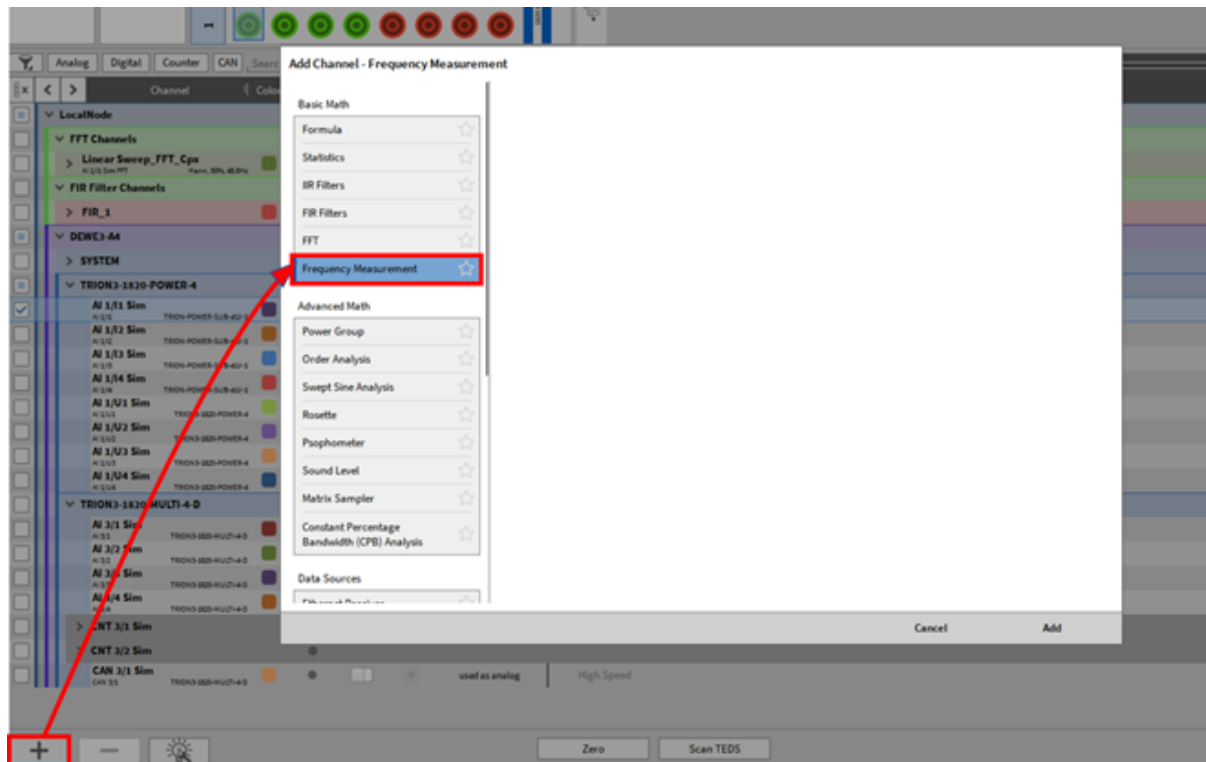

Abb. 7.168: Ausgleichen einer Deterministischen Verzögerung zwischen Video- und Sensordaten
Wenn die Latenz zwischen Video- und Sensordaten bekannt ist, kann sie durch Eingabe der Verzögerung im *Startoffset* in die Kanaleinrichtung des Videos kompensiert werden (siehe ① in Abb. 7.168).